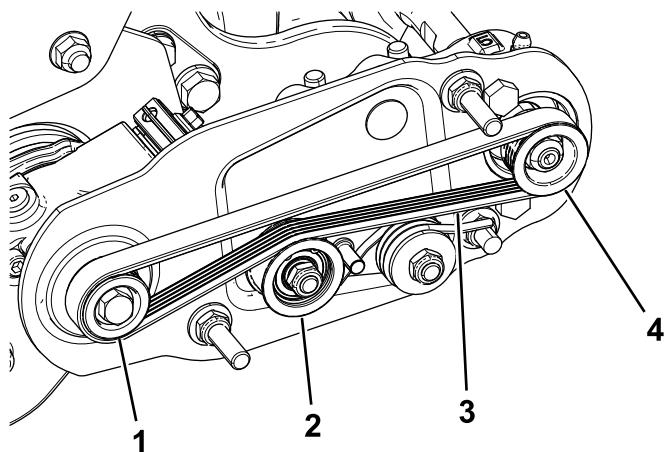

図 14
- 駆動プーリにベルトを掛け、次に、アイドラプーリの上部に掛ける図 14。